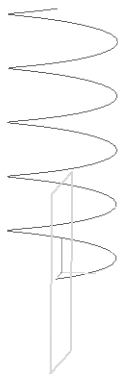

Рис. 285
- в Дереве построения щелчком ЛКМ укажите **Плоскость ZX**, контур, образующий начало траектории, не должен лежать в плоскости, параллельной плоскости сечения или совпадающей с ней (рис. 285);